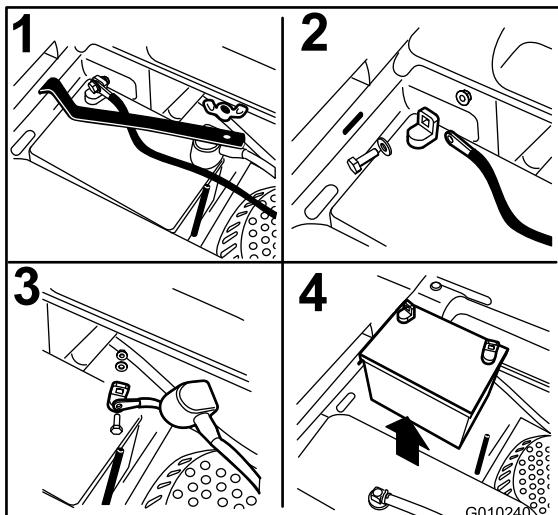

Figura 53
3. Retire la tuerca de orejeta que sujeta la abrazadera de la batería (Figura 53).
4. Retire la abrazadera (Figura 53).
5. Primero desconecte el cable negativo (negro) del borne negativo (–) (negro) de la batería (Figura 53).
6. Retire la cubierta de goma roja del borne positivo (rojo) de la batería y retire el cable positivo (+) (rojo) (Figura 53).
1. Coloque la batería en la bandeja con los bornes en el lado opuesto al depósito de combustible (Figura 53).
4. Fije los cables con 2 pernos, 2 arandelas, y 2 contratuerca (Figura 53).
6. Instale la abrazadera y sujétela con la tuerca de orejeta (Figura 53).